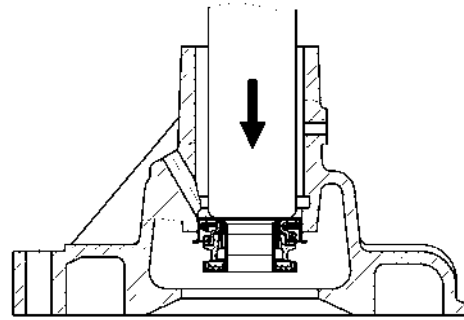

Рис.92. Выпрессовка уплотнения водяного насоса
- выпрессовать уплотнение из корпуса (рис.92).